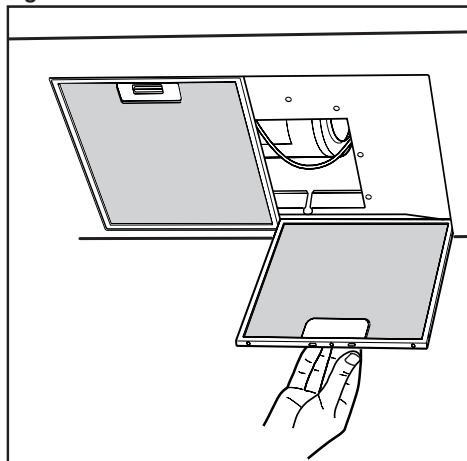

Fig.8
- Минимальная дистанция между опорной нагреваемой плоскостью и нижней частью кухонного дымохода должна быть не менее 65 см. Если применяется соединительная труба из двух и более частей, то верхняя часть должна располагаться снаружи нижней части. Не соединять выброс из вытяжки с каналом циркуляции горячего воздуха или с каналом, используемым для отвода дыма от устройств, запитываемых иной энергией кроме электрической. Перед тем как приступить к сборке устройства, для облегчения его монтажа отсоедините фильтр/жироулавливающий фильтр (рис.8).